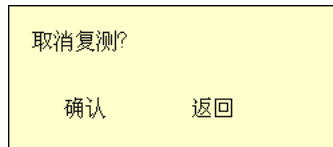

图 6.15 复测提示界面
**复测：**如果用户在测试过程中，发现某些测点因为某些原因需要重新进行测试，则可以把光标移到该测点然后进入复测状态，用户在复测状态下，不能进行数据浏览等操作，如果移动上下光标，会弹出图 6.15 所示的提示界面，提醒用户必须退出复测状态以后才可以进行其他操作。